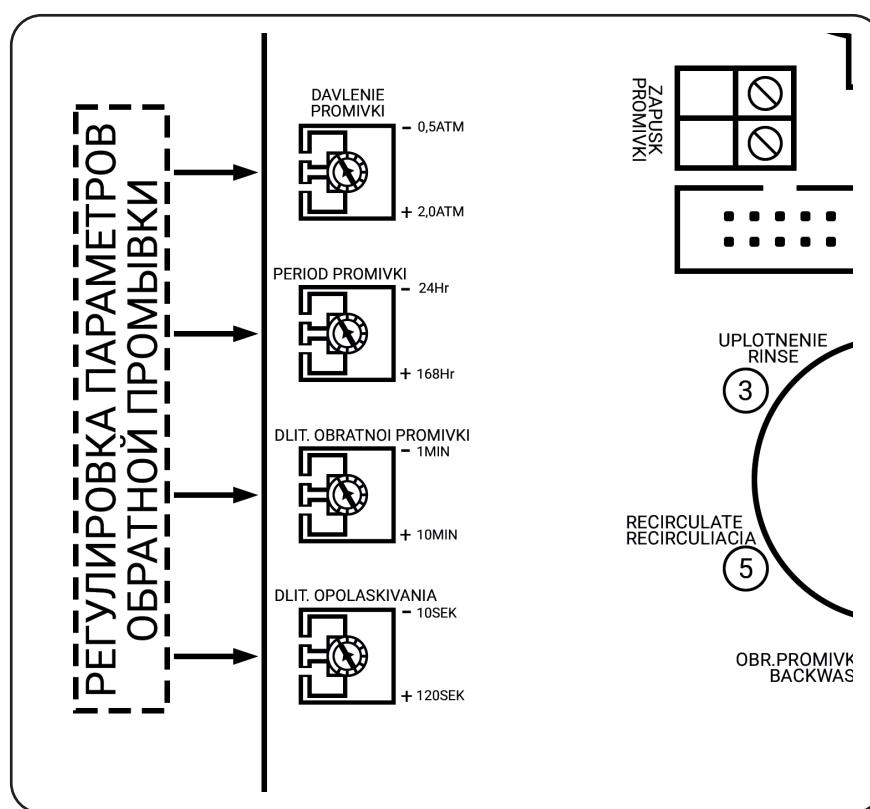

Рисунок 6. Режим работы AUTOCLEAN S-Light через шину RS-485.
- Клемму **A (21)** клеммника **RS485** блока AUTOCLEAN S-Light необходимо подключить к клемме **A (1)** клеммника **MODBUS-М** ПУ.
- Клемму **B (22)** клеммника **RS485** блока AUTOCLEAN S-Light необходимо подключить к клемме **B (2)** клеммника **MODBUS-М** ПУ.
- На блоке AUTOCLEAN S-Light необходимо перевести все перестоечные сопротивления в крайнее левое положение (см. Рис. 6).